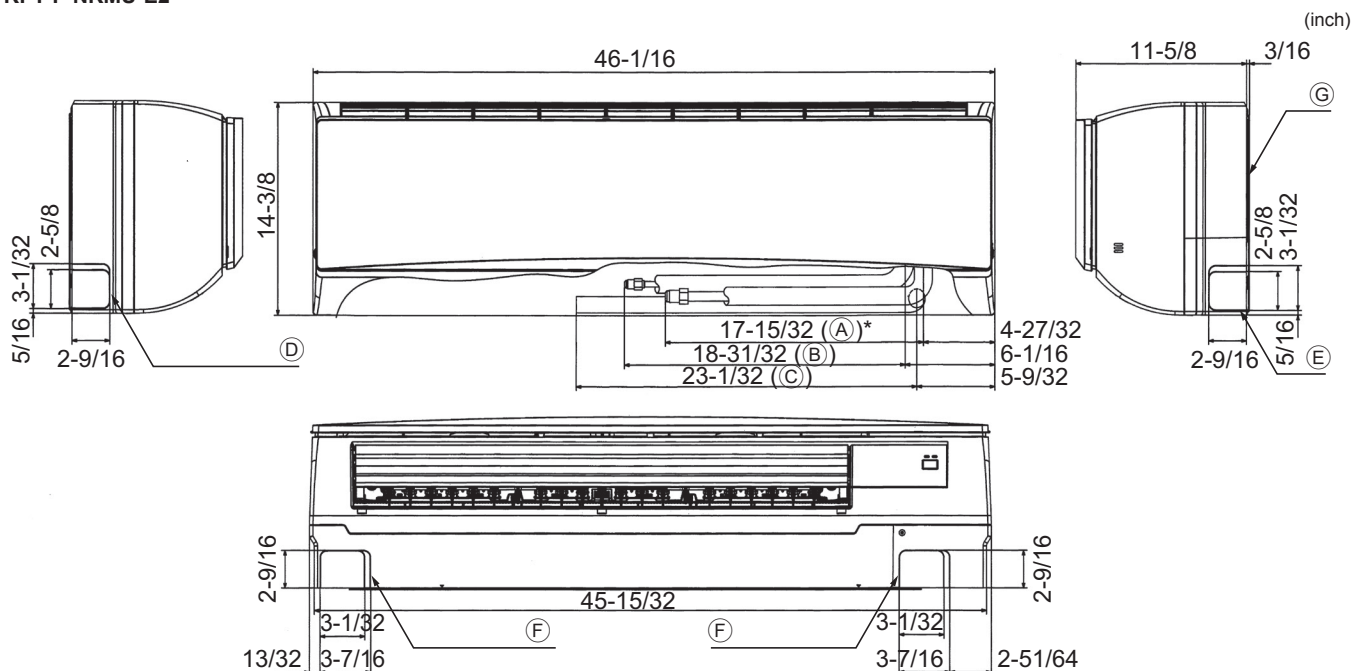

Fig. 4-2
4.2. Mise en place des tuyaux de réfrigérant et d'écoulement (Fig. 4-2)
- (A) Conduit de gaz * Indique la condition les accessoires montés.